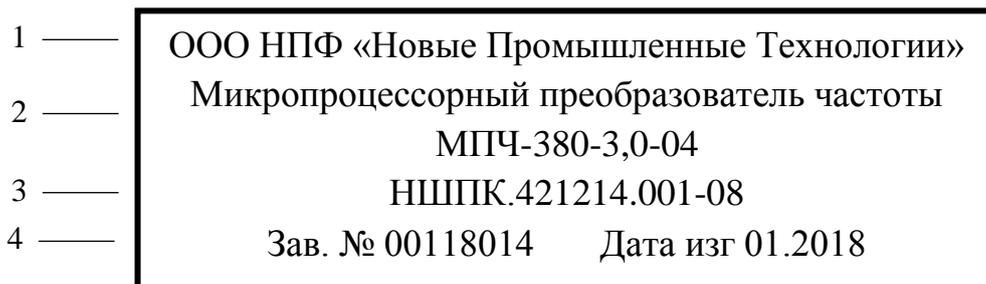

Рисунок 5 – Маркировочная табличка
1.5.1 Маркировка изделия (см. рис. 5) содержит: